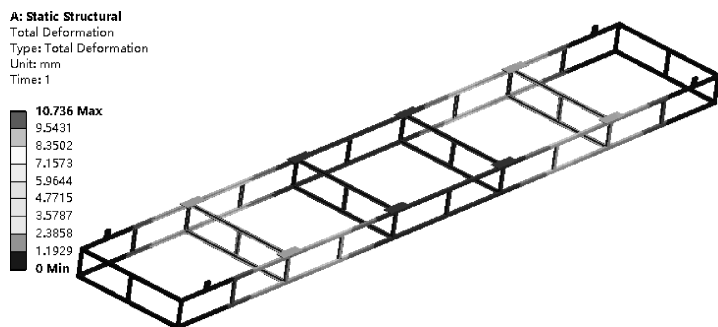
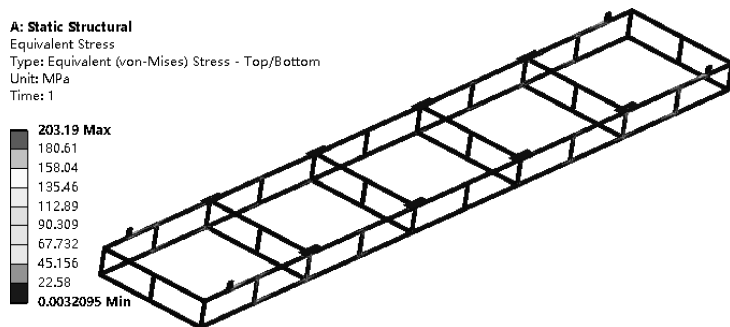

图 1-35 结构变形分布云图
图 1-36 结构应力分布云图
- (1) 在 Mechanical 标准工具栏中单击  Solve 进行求解运算。
- (2) 运算结束后，单击【Solution (A6)】→【Total Deformation】，图形区域显示结构静力分析得到的结构变形分布云图，如图 1-35 所示；单击【Solution (A6)】→【Equivalent Stress】，显示结构应力分布云图，如图 1-36 所示。